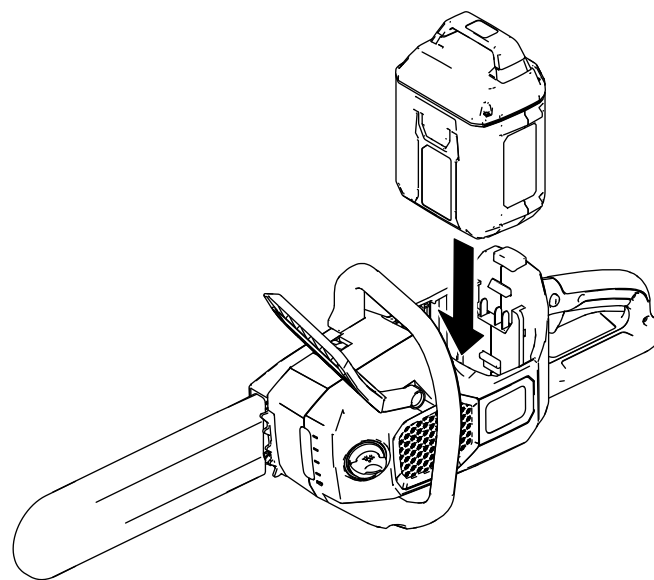

Figura 22
2. Alinee la lengüeta de la batería con el hueco correspondiente de la motosierra (Figura 22).